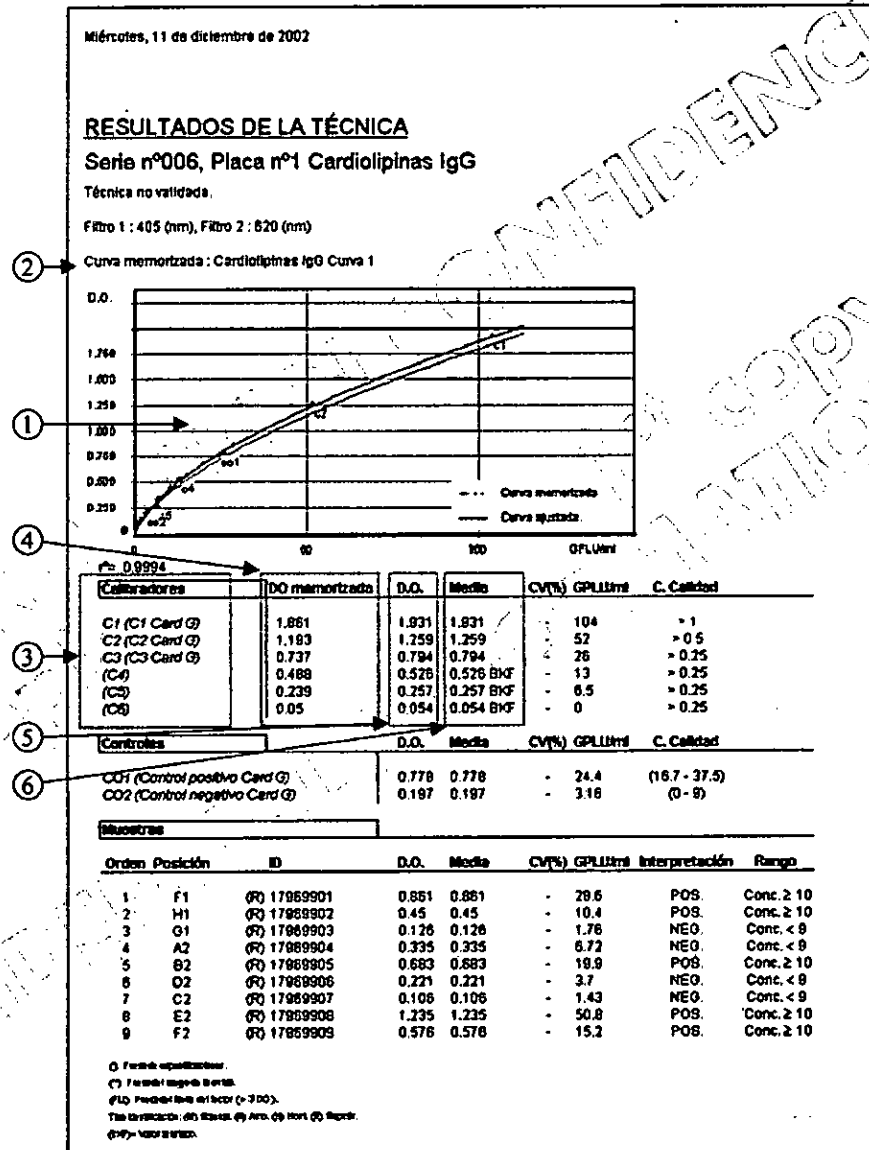

Figura 46: Impresión ajuste a curva memorizada
- (Ref. 1, Figura 46) Gráfica con la representación de la curva memorizada y la curva ajustada.
- (Ref. 2, Figura 46) Método de cálculo, donde se anota la curva a la que se han ajustado los resultados.
- (Ref. 3, Figura 46) Columna de calibradores. Los calibradores de la técnica que no se han procesado y que se han calculado a partir de la curva memorizada saldrán entre paréntesis.
- (Ref. 4, Figura 46) Columna de densidad óptica memorizada. Permite ver los valores de densidad óptica de la curva memorizada.
- (Ref. 5, Figura 46) Columna de densidad óptica. Permite observar los valores de densidad óptica de la curva ajustada.
- (Ref. 6, Figura 46) Columna de la media de densidad óptica. Permite ver las medias de las densidades ópticas de cada calibrador. En el caso de que el calibrador no se haya procesado y sea calculado a partir de la